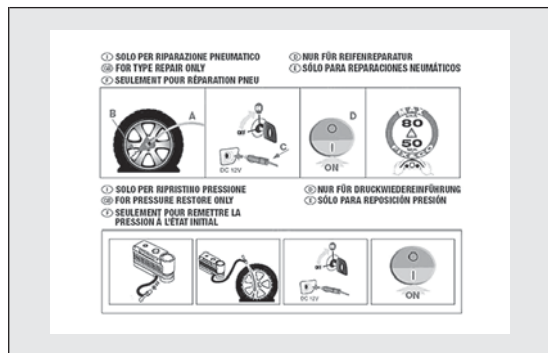

fig. 103
- dépliant informatif (voir fig. 103), employé pour utiliser correctement le kit de réparation rapide et livré ensuite au personnel qui devra manier le pneu traité ;